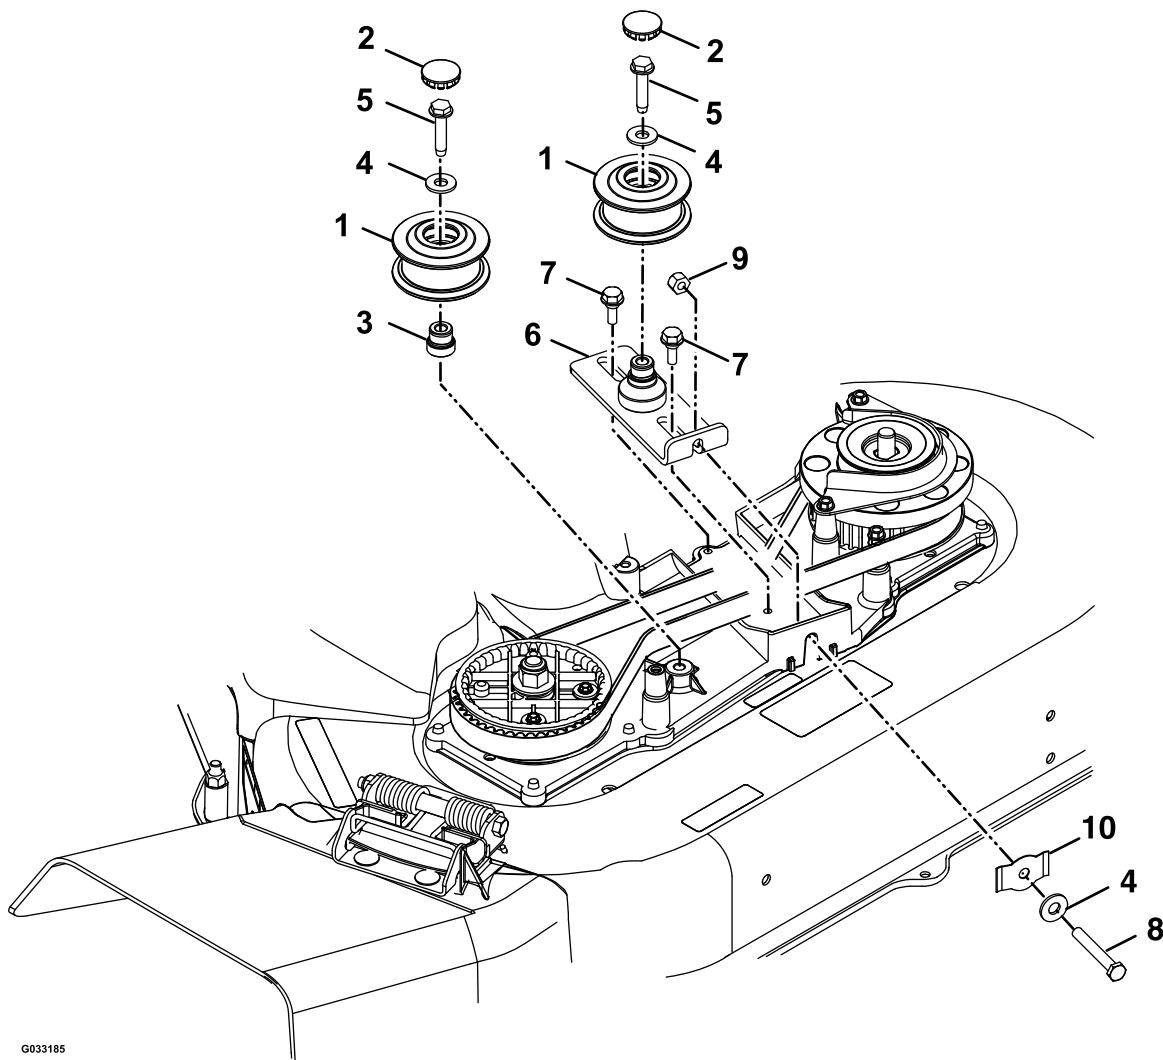
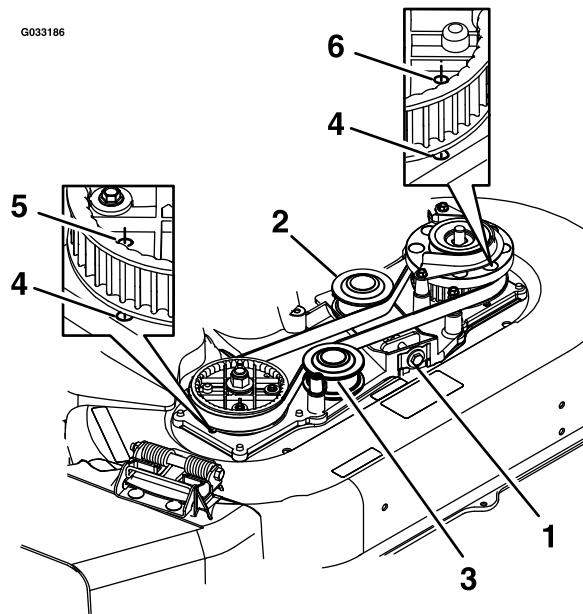

Figure 2
Figure 4
1. À l'aide des composants fournis dans le kit, assemblez une poulie sur l'adaptateur du support de poulie de tension et fixez-la avec une vis autotaraudeuse (5/16 x 1-1/2 po) et une rondelle plate (voir Figure 2). Serrez la vis à un couple de 16 à 20 N m (144 à 176 po-lb). Placez l'obturateur sur la vis et appuyez dessus jusqu'à ce qu'il s'engage dans la poulie.
4. Alignez les trous des pignons droit et gauche sur les trous du tablier, comme montré à la Figure 4. Maintenez les pignons en place à l'aide d'une tige ou d'un tournevis.
5. Lorsque les lames sont bloquées en place et que les dents de la courroie sont engagées dans les pignons, montez la poulie de tension fixe comme montré à la Figure 2 et la Figure 4. Serrez la vis (5/16 x 1-1/2 po) à un couple de 16 à 20 N m (144 à 176 po-lb). Placez l'obturateur sur la vis et appuyez dessus jusqu'à ce qu'il s'engage dans la poulie.